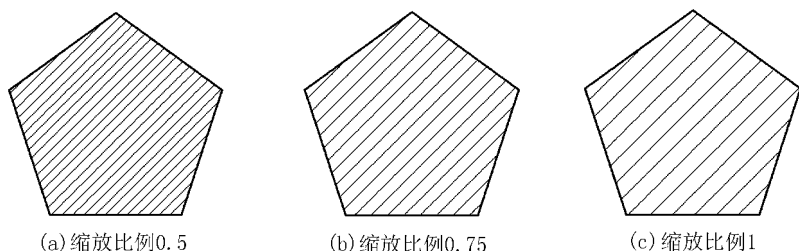

图 2-28 不同比例的剖面线
- (2)“比例”下拉列表框:设置图案填充时的比例值(默认值为1),效果如图 2-28 所示。